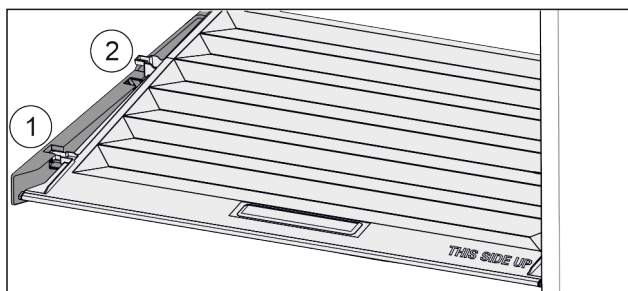

Fig. 152
- ▶ Træk dækslet fremad til åbning i holdedelen Fig. 152 (1).
- ▶ Løft nedefra og bevæg det opad og ud Fig. 152 (2).